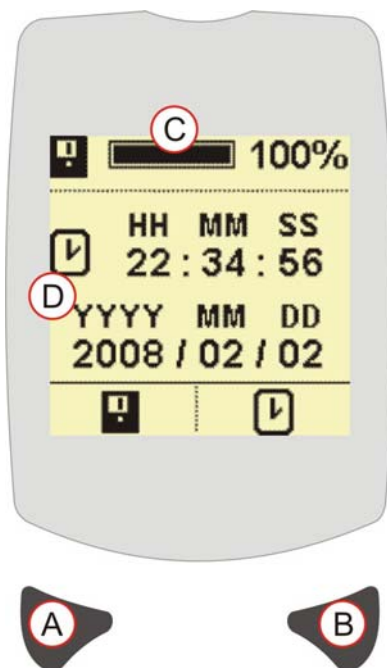

Рис. 10 Вид дисплея с установленным временем/датой
На Рис. 10 (C) статус памяти представлен как 100%, т.е. память прибора заполнена и дальнейшее сохранение данных невозможно. Нажмите левую кнопку (A) для перехода в Меню очистки памяти (см. ОЧИСТКА ПАМЯТИ). Перед очисткой памяти необходимо загрузить данные через dB24.
На Рис. 10 (D) изображены заданные на текущий момент время и дата. Нажмите правую кнопку (B), чтобы перейти в Меню настройки времени и даты (см. НАСТРОЙКА ВРЕМЕНИ И ДАТЫ).